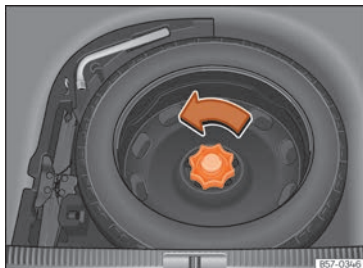

Abb. 223 Im Gepäckraum: hochgeklappter Ladeboden.
- Drehen Sie das Rändelrad entgegen dem Uhrzeigersinn heraus »» **Abb. 223**.